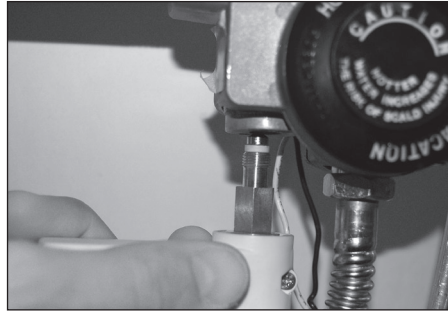

Figura 9
2. Instalar el módulo disyuntor de alimentación suministrado con el cierre de detector de agua a la válvula de gas. **Figura 9**